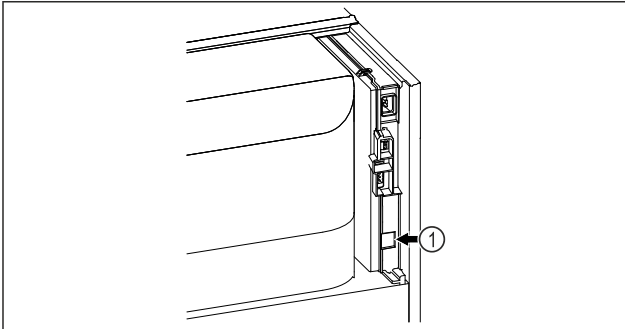

Fig. 60
- SmartModule Fig. 60 (1) ist eingesetzt.